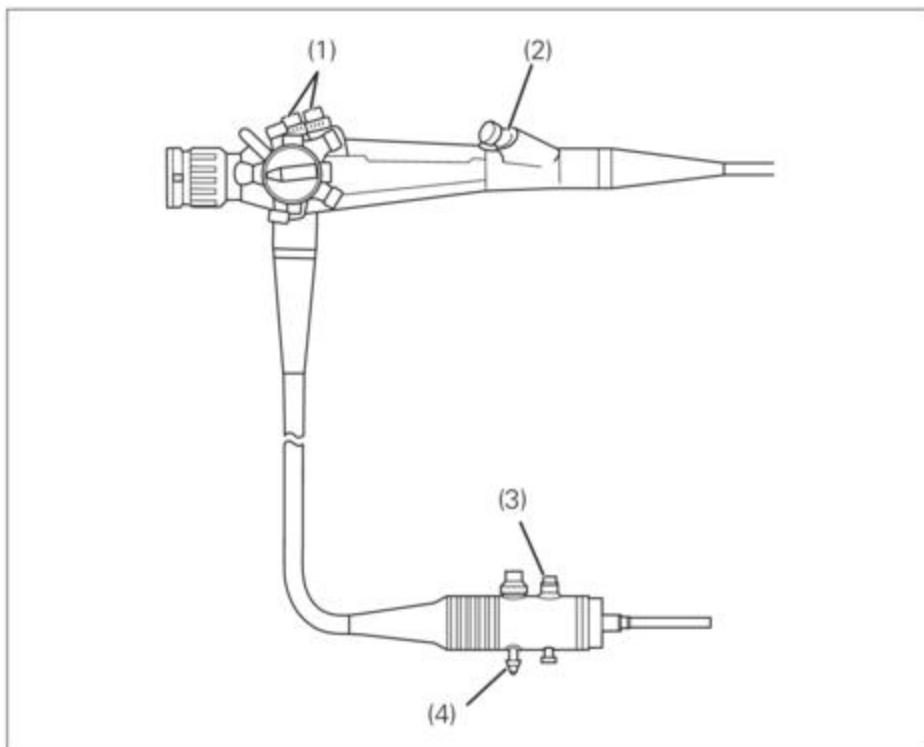

Рис. 3.8
11. Убедитесь, что на корпусе, PVE-коннекторе и электрических контактах отсутствуют такие отклонения, как царапины, деформация, расшатанные части и т.д. Особое внимание обратите на проверку деталей, показанных на Рис. 3.8. Через чистую безворсовую марлю осторожно возьмитесь за эти детали и подвигайте их в разных направлениях, чтобы удостовериться в отсутствии расшатывания и других нарушений.